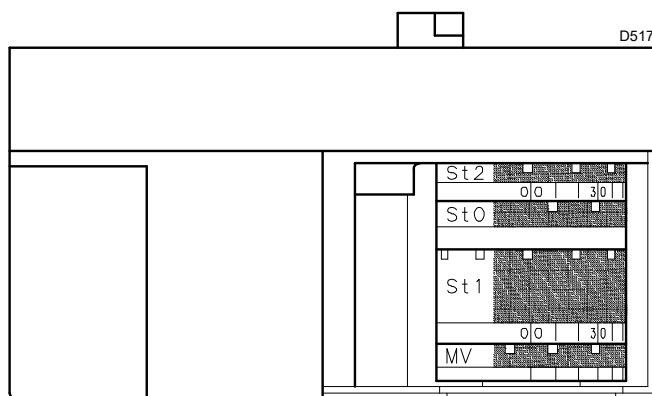

Рис. 34
- Если его необходимо снизить, слегка уменьшите угол оранжевого рычажка (Рис. 34 на стр. 26) небольшими последовательными перемещениями, то есть перейдите с угла 15° на 13°, 11° и т. д.